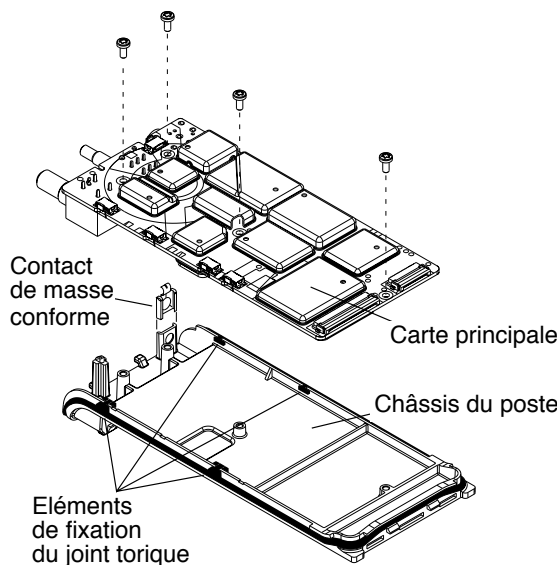

Figure 3-5 Retrait de la carte principale du châssis
2. Soulevez la carte principale hors du châssis (reportez-vous à la Figure 3-5)